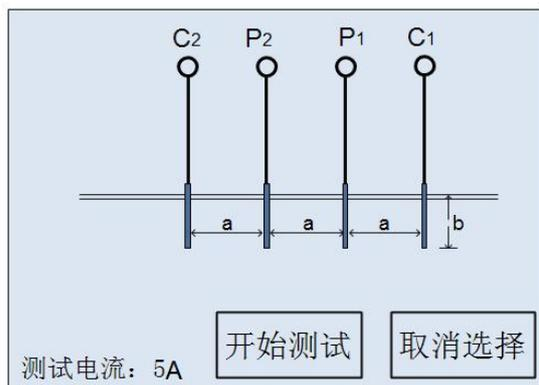

图 4-9
点击主菜单上的“土壤阻率”按钮进入土壤电阻率的测试界面(如图 4-9); 土壤电阻率的测量方法有很多, 本仪器所采用的是四电极测探法。如图 4-9 所示, 进行土壤电阻率测量之前, 应先对地桩间距 a 和地桩深度 b 两项参数进行设置。测量注意事项: ① a 的取值为接地体的埋设深度。 a 一般取 5m, 对于基础较深的大楼其基础作为接地体一部分的, 则 a 可取 10m。 ② 四根极棒布设在一条直线上, 极棒的间距相等为 a 。 ③ 极棒与仪器上接线端子的连接顺序不能颠倒。 ④ 各极棒的打入地下深度不应超过极棒间距的 $1/20$ ⑤ 为避免地下埋设的金属物对测量造成的干扰, 在了解地下金属物位置的情况下, 可将接地棒排列方向与地下金属物(管道等)走向呈垂直状态。确认接线无误后开始测量, 测量完成后自动显示测试结果(如图 4-10)。